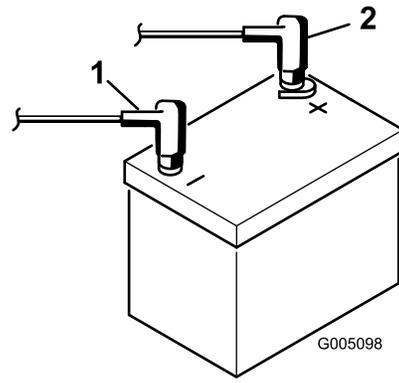

图7
- 使用螺栓和螺母将正极红色接线连接到正极 + 电池端子负极黑色接线连接到负极 - 电池端子图7。将橡皮套滑动到正极电池端子上防止可能发生的短路情况。